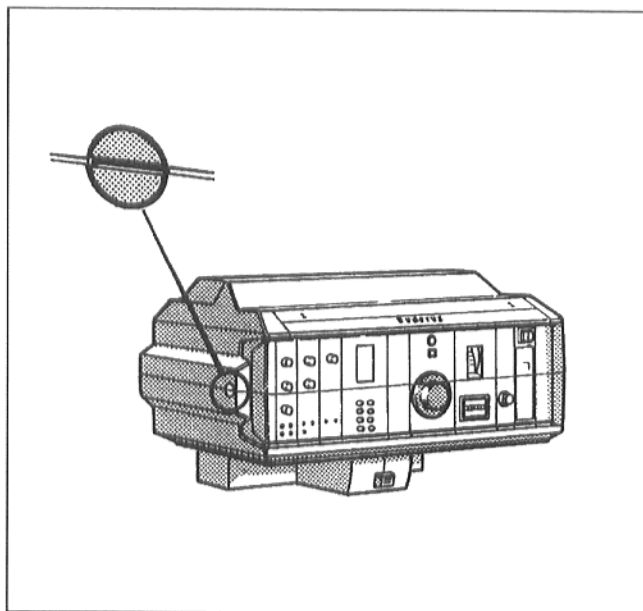

Fig. 1 : Retirer le couvercle transparent
- Mettre la fente de la vis du couvercle transparent de l'appareil de régulation (fig. 1) en position horizontale (à l'aide d'une pièce de monnaie, par exemple). Retirer le couvercle transparent en le tirant vers l'avant.